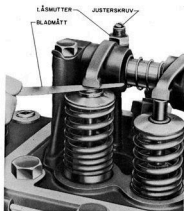

Bild 15
5. Vrid motorn runt så att ventil nr 1 från fläkten räknat är helt stängd. Kontrollera spelet mellan vipparm och ventilspindel med ett bladmått. Se bild 15. Om spelet ej är korrekt, lossa låsmuttern och vrid justerskruven tills bladmättet börjar klämmas fast. Låsmuttern dras nu åter fast varvid tillses att justerskruven ej rubbas. Kontrollera spelet även efter åtdragningen. Ventil nr 1 är en avgasventil och skall ha 0,30 mm (0,012 tum-)spel. Insugningsventilerna skall ha 0,38 mm (0,015 tum-)spel.